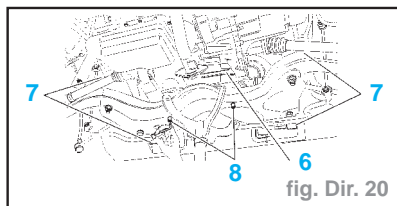

fig. Dir. 20
- Déclipper la biellette (6) à l'aide de l'outil [2] (-).0216-G2 (fig. Dir. 20).
- Déposer les vis (7) de fixation du berceau sur caisse.
- les goujons (8)
- Vérifier le bon bridage du tuyau (10) et de son emboîtement sur les soufflets (11).
Impératif : Serrer les goujons (8) à **0,5 daN.m** : un couple de serrage supérieur à **0,5 daN.m** endommagerait le mécanisme de direction (fig. Dir. 20).
- goujons (8) **0,5**
- écrous de fixation (5) du mécanisme de direction sur le berceau..... **8**
- fixation (1) axe inférieur de colonne de direction **2,5**
- fixation joint de traverse de tablier (2) **0,5**